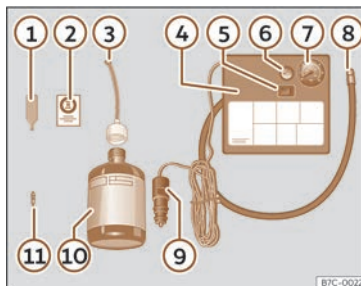

Abb. 245 Prinzipdarstellung: Bestandteile des Pannensets
Das Pannenset befindet sich im Gepäckraum unter dem Bodenbelag. Es besteht aus folgenden Bestandteilen >>> (**Abb. 245**):
- Ventilkappe und Ventileinsatz vom Reifenventil abschrauben. Verwenden Sie den Ventileinsatzdreher >>> (**Abb. 245**) 1 zum Heraus-schrauben des Ventileinsatzes. Legen Sie den Ventileinsatz auf einem sauberen Untergrund ab.
- Reifenfüllflasche kräftig schütteln >>> (**Abb. 245**) 10.
- Einfüllschlauch >>> (**Abb. 245**) 3 auf die Reifenfüllflasche schrauben. Die Folie am Verschluss wird automatisch durchstoßen.
- Verschlussstopfen vom Einfüllschlauch >>> (Abb. 245) ③ entfernen und das offene Schlauchende auf das Reifenventil schrauben.
- Ventileinsatz mit dem Ventileinsatzdreher >>> (Abb. 245) ① wieder in das Reifenventil schrauben.
- Reifenfüllschlauch >>> (Abb. 245) ⑧ des Luftkompressors fest auf das Reifenventil schrauben.
- Prüfen, ob die Luftablassschraube >>> (Abb. 245) ⑥ zuge dreht ist.
- Kabelstecker >>> (Abb. 245) ⑨ in eine 12-Volt-Steckdose des Fahrzeugs stecken >>> S. 278.
- Luftkompressor mit dem EIN-/AUS-Schalter >>> (Abb. 245) ⑤ einschalten.
- Kleben Sie den Aufkleber >>> (Abb. 245) ② im Sichtfeld des Fahrers auf das Kombi-Instrument.
Schließen Sie den Reifenfüllschlauch >>> (Abb. 245) ⑧ wieder an und lesen Sie den Reifenfülldruck an der Reifenfülldruckanzeige ⑦ ab.